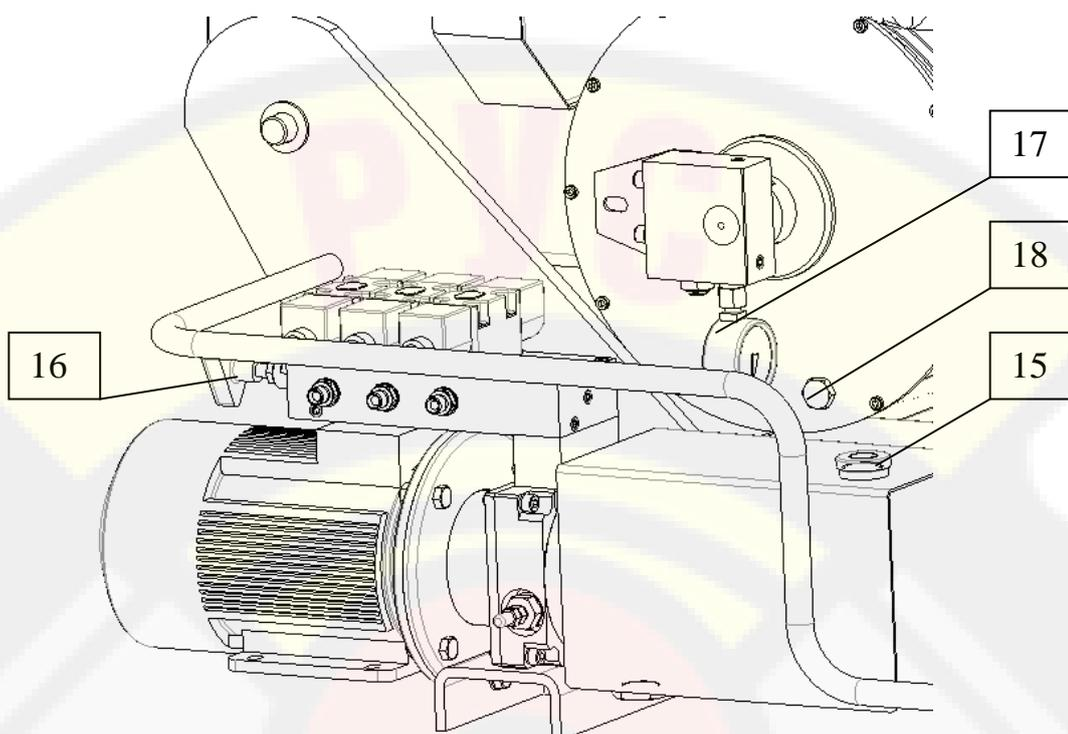
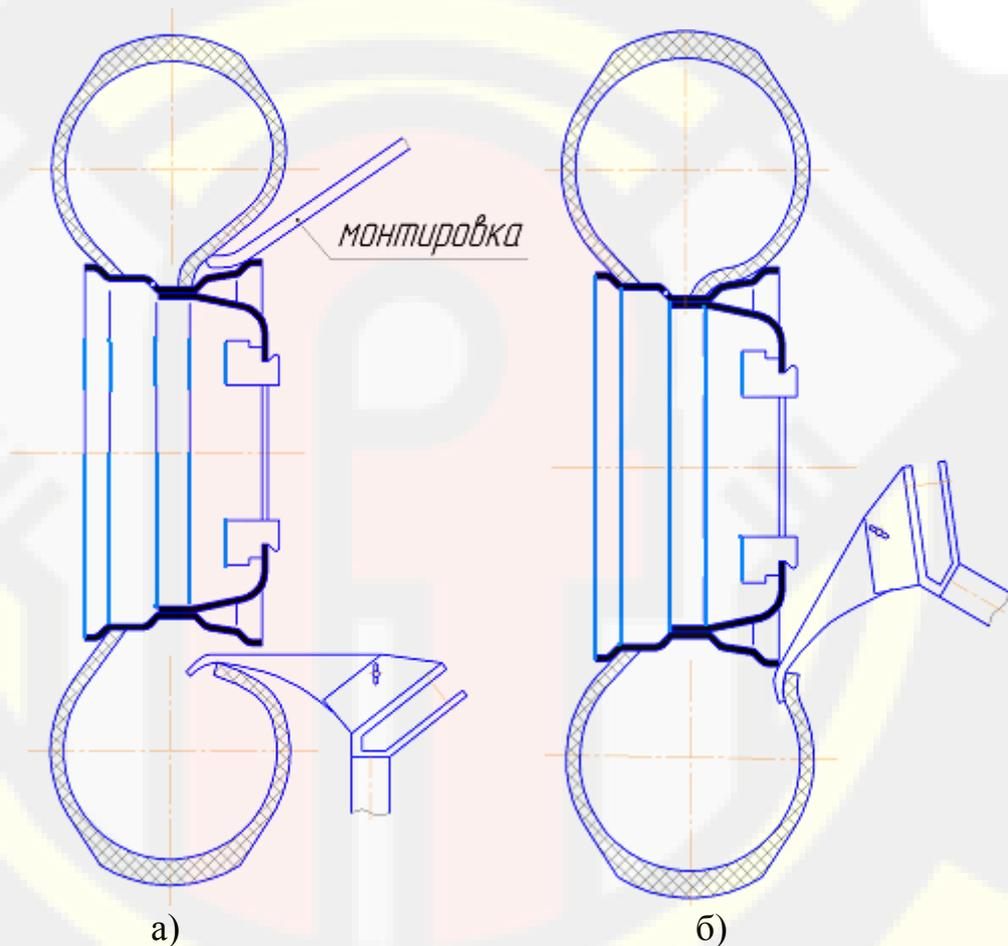

Рисунок 11 – Основные элементы станка
Рисунок 14
Усилие разжима самоцентрирующего патрона регулируется рукояткой 16 (рис.11). Значение давления снимаются с манометра 17 (рис.11). Рабочий интервал усилий патрона, развиваемой гидросистемой станка составляет 30...100Бар (2...10МПа).
- Монтажную стойку 19 (рис.11б) отведите в нерабочее положение;
- Установите колесо на рабочую площадку 20 (рис.11б);
- Совмещаем оси патрона и колеса таким образом, чтобы ось патрона была выше оси колеса на 5-15мм, путём поднятия и опускания балки 7(рис.11б);
Диаметрально-противоположно от монтажного рычага борт шины столкнуть монтировкой во внутренний желоб обода (рис. 14а).
Подводя монтажный рычаг к закреплённому колесу с помощью пульта управления, введите монтажный рычаг между закраиной обода и бортом шины, пока на нем не окажется борт шины (рис. 14а). В случае твердых шин монтажный рычаг вводите между закраиной обода и бортом шины при периодически вращающемся колесе.
Когда положение рычага и монтировки будет соответствовать (рис. 14а), монтировку необходимо вынуть и вытащить фиксирующий штифт монтажной головки 10 (рис.11б).
Короткими движениями опускайте балку с колесом вниз до тех пор, пока монтажный рычаг, опираясь о закраину обода, не оттянет борт шины наружу за внешний край обода (рис. 14б) и вставьте фиксирующий штифт во второе отверстие.